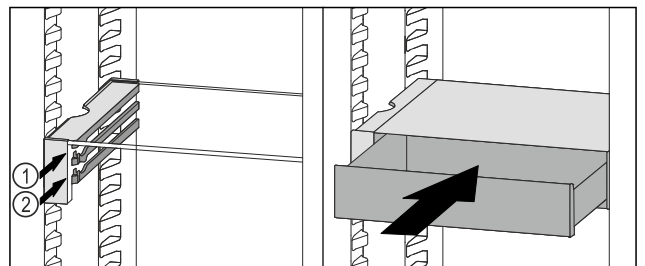

Fig. 134
- Posizionare il cassetto VarioSafe dietro i tappi sulla nervatura desiderata Fig. 134 (1) o Fig. 134 (2).